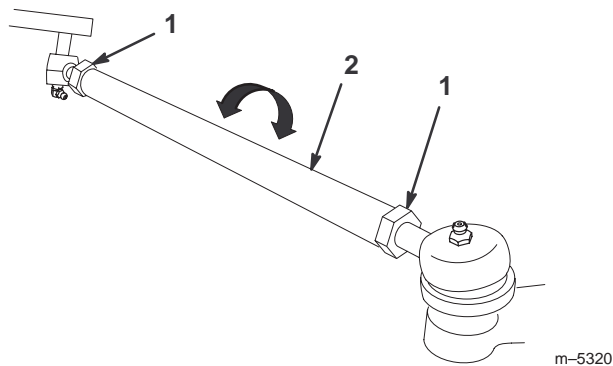

Figure 28
3. Si la valeur obtenue n'est pas comprise dans la plage spécifiée (reportez-vous aux dimensions et aux paramètres mentionnés au début de cette procédure), desserrez les contre-écrous à chaque extrémité des biellettes (Fig. 28).